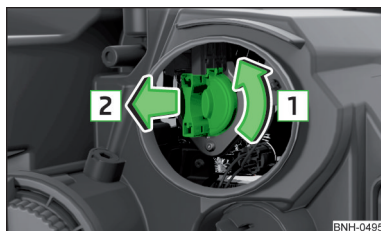

Fig. 186
- Rotiți soclul până la capăt în sensul săgeții **[1]** » fig. 186.